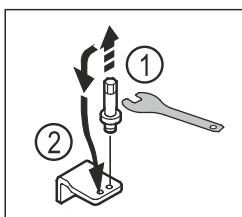

Fig. 21
- Čap dolnej ložiskovej kontroly vyskrutujte vonkajším klúčom na šesthrannú maticu SW5. Fig. 21 (1)
- Nasadťte čap na opačnú stranu. Fig. 21 (2)